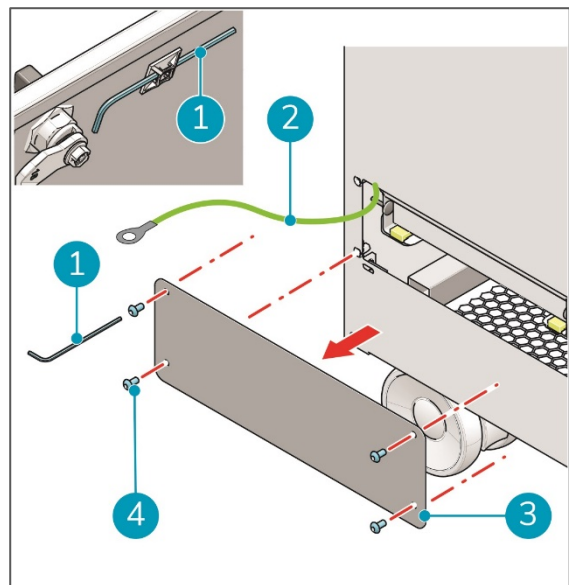

Abbildung 17
1. Lösen Sie die Innensechskantschrauben (4 Stück, Abbildung 17, Pos. 4) der Abdeckung des Vorfilterfachs (Abbildung 17, Pos. 3) mit dem mitgelieferten 2,5-mm-Innensechskantschlüssel (Abbildung 17, Pos. 1).
2. Bauen Sie die Abdeckung ab (Abbildung 17, Pos. 3).
**HINWEIS:** Ein Erdungskabel (Abbildung 17, Pos. 2) verbindet die Abdeckung mit dem i-air Pro. Trennen Sie es **NICHT** vom i-air Pro.
10. **HINWEIS:** Achten Sie darauf, dass das Erdungskabel (Abbildung 17, Pos. 2) immer mit der Abdeckung verbunden ist. Bringen Sie es gegebenenfalls wieder an.